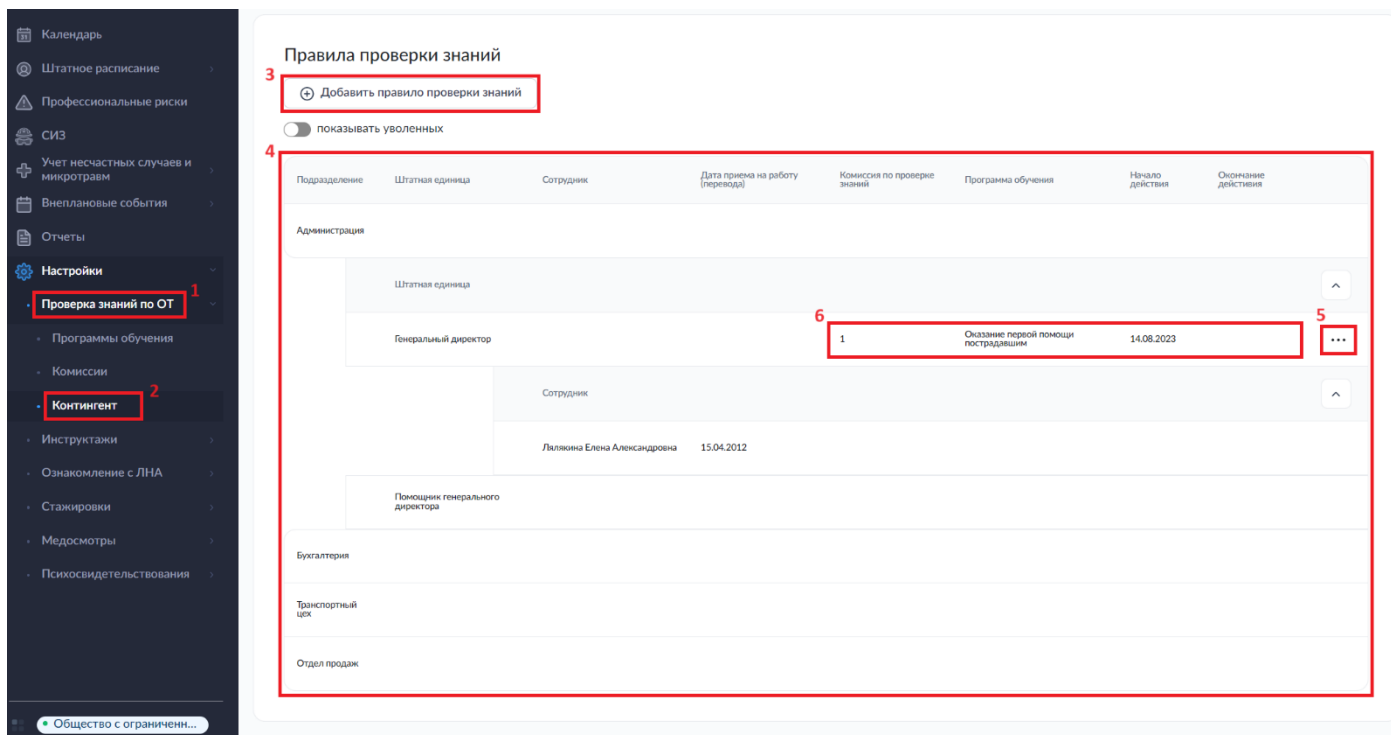

Рисунок 59. Раздел «Настройки». Подраздел «Проверка знаний по ОТ. Контингент»
Настройка правил формирования проверок знаний по охране труда проводится в подразделе «Контингент» (2) раздела (1) «Проверка знаний по ОТ» настроек (рис. 59). Чтобы внести в систему информацию о проверке знаний необходимо нажать на кнопку «Добавить правило проверки знаний» (3), в открывшемся окне (рис. 60) указать тип объекта правила (7) - сотрудник/должность/подразделение, выбрать объекты правила (8), комиссию по проверке знаний (9), программу обучения (10), дату начала действия правила (11) и нажать на кнопку «Сохранить».